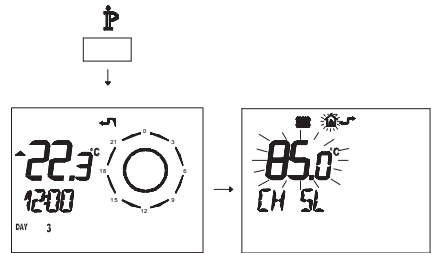

Figura 5.42
- Premere per più di 3 secondi il pulsante P per entrare in modalità **INFO** (Figura 5.42).